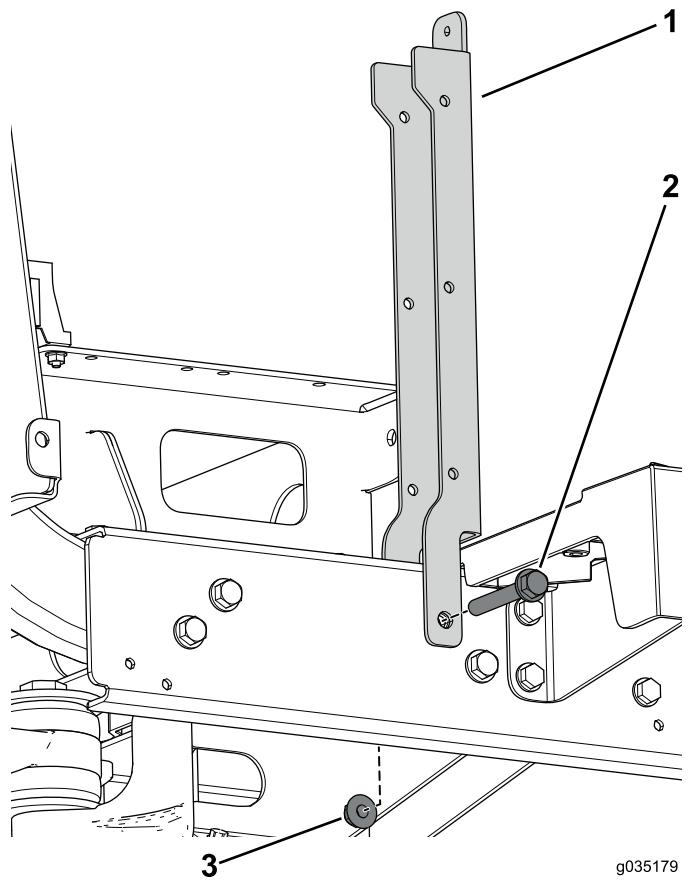

Figure 85
- Fixez le support de siège à l'aide du boulon à embase (3/8" x 2½") et de l'écrou à embase (Figure 85).